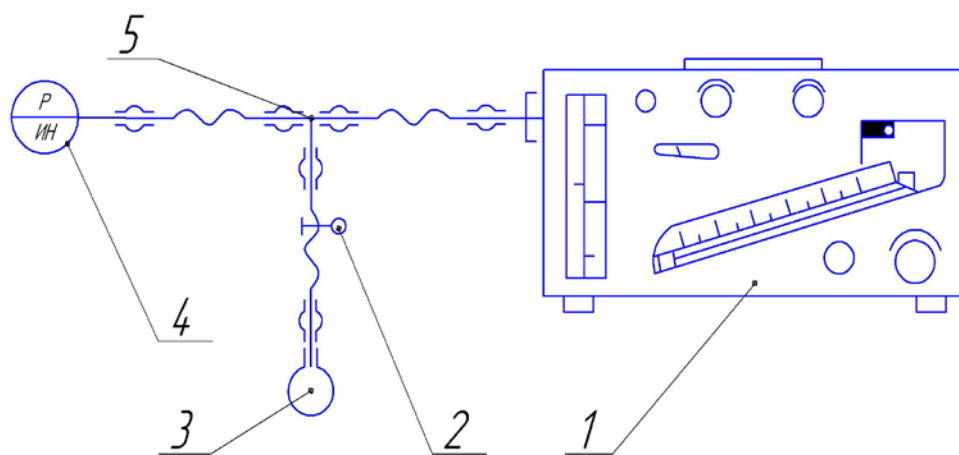

Рисунок 11 – Схема для определения погрешности манометра
12.4.5 Для определения погрешности манометра при измерении избыточного давления соберите схему, как показано на рис. 11. Установите маховичок прибора КР в положение МАНОМЕТР, маховичок КЭ – в положение НАГНЕТ., а рычаг КЛАПАН – в положение ЗАКР. Штуцер манометра-реометра должен быть открыт. Затем откройте зажим 2 и, нагнетая воздух в систему через боковую трубку тройника 5, создайте последовательно избыточное давление 200, 400, 600, 800 и 1000 Па (20, 41, 61, 82 и 102 мм вод. ст.), определяемое по образцовому микроманометру. Одновременно снимите показания манометра поверяемого прибора, соответствующие каждому значению создаваемого давления, с точностью до 2,5 Па.
12.4.6 Для определения погрешности манометра при измерении вакуумметрического давления переключите микроманометр (рисунок 11) на измерение вакуумметрического давления. При положении органов управления на панели поверяемого прибора так, как указано в п. 12.4.5, переведите маховичок КЭ в положение ОТСАС. Создайте последовательно вакуумметрическое давление 200, 400, 600, 800 и 1000 Па (20, 41, 61, 82 и 102 мм вод. ст.) снимите показания манометра прибора, соответствующие каждому значению созданного давления при прямом и обратном порядках чередования поверяемых точек, точностью 2,5 Па.